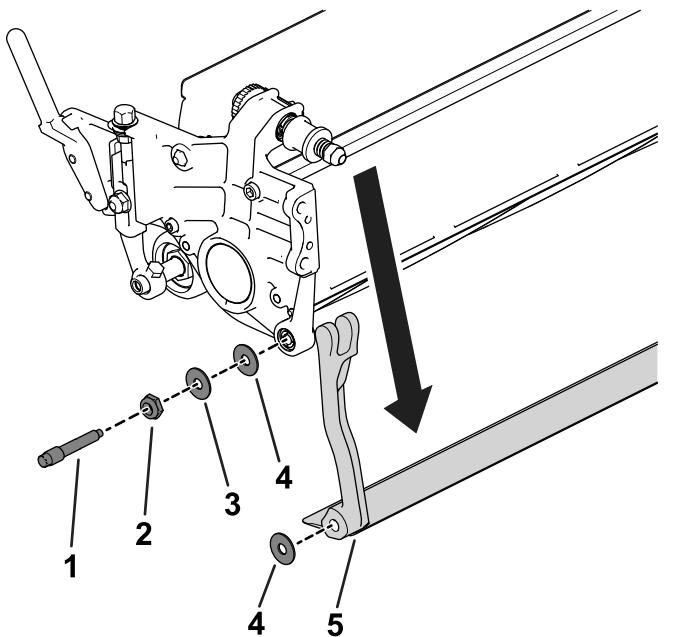

Рисунок 19
3. На каждой стороне машины ослабьте контргайку, показанную на Рисунок 19.
4. Отверните все болты планки неподвижного ножа, чтобы можно было потянуть планку неподвижного ножа вниз и снять ее с режущего блока (Рисунок 19).
Помните о наличии 2 стальных и одной пластмассовой шайбы с каждой стороны планки неподвижного ножа (Рисунок 19).
- Установите нейлоновую шайбу с каждой стороны выступа боковой пластины. Установите стальную шайбу с наружной стороны каждой из нейлоновых шайб (Рисунок 19).